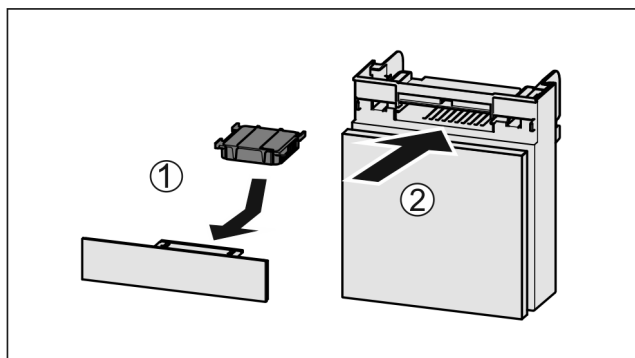

Fig. 152
- Inserire il vano Fig. 152 (2).